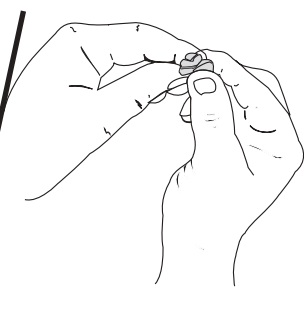

Fig. 38
5. Pressez le filtre pour répandre et drainer l'excédent d'huile (Fig. 38).